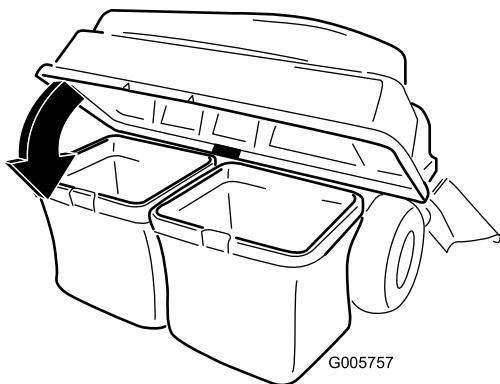

Figure 18
3. Abaissez le couvercle du collecteur sur le bac (Figure 18).